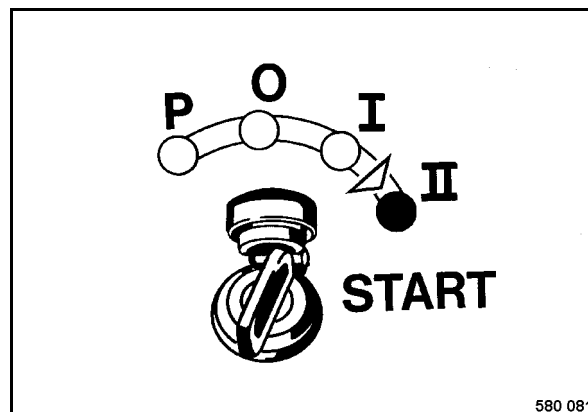

Fig. 119
- Girar la llave de encendido (Fig. 119) a posición „II“, arranque del motor.